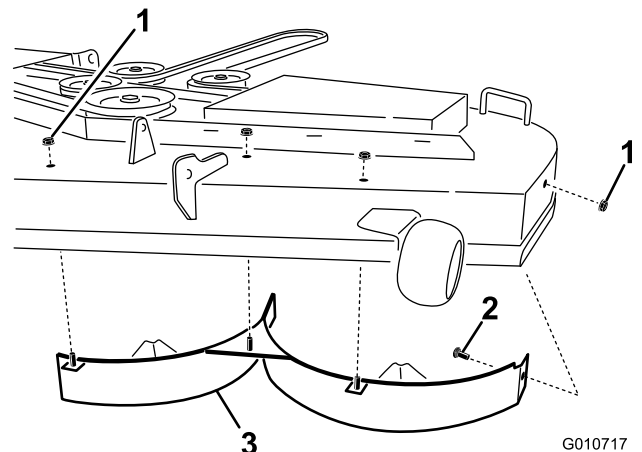

Figure 4
12. Montez le déflecteur gauche sur le tablier de coupe comme illustré à la Figure 4. Fixez les ergots soudés du déflecteur droit sur le dessus du tablier de coupe, au centre, à gauche du centre et à gauche, à l'aide de trois contre-écrous (5/16 pouce). Serrez les fixations à la main.